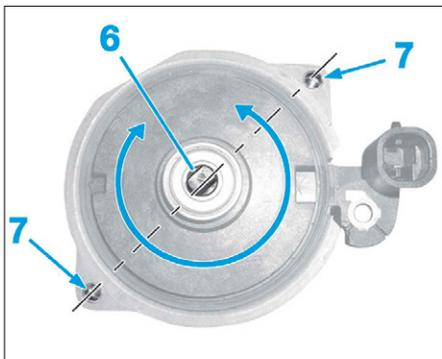

FIG. 30
- Tourner l'entraîneur (7) du moteur afin d'aligner le méplat avec les deux perçages (8) (Fig.30).